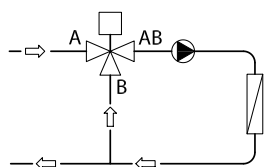

Abb. 2: Mischventil für Mischenwendungen
Das 3-Wege-Ventil kann als Mischventil mit verteiler Wirkung installiert werden (Abb. 2 und 3). In diesem Fall besitzt es zwei Eingänge (A und B) und einen Ausgang (AB).